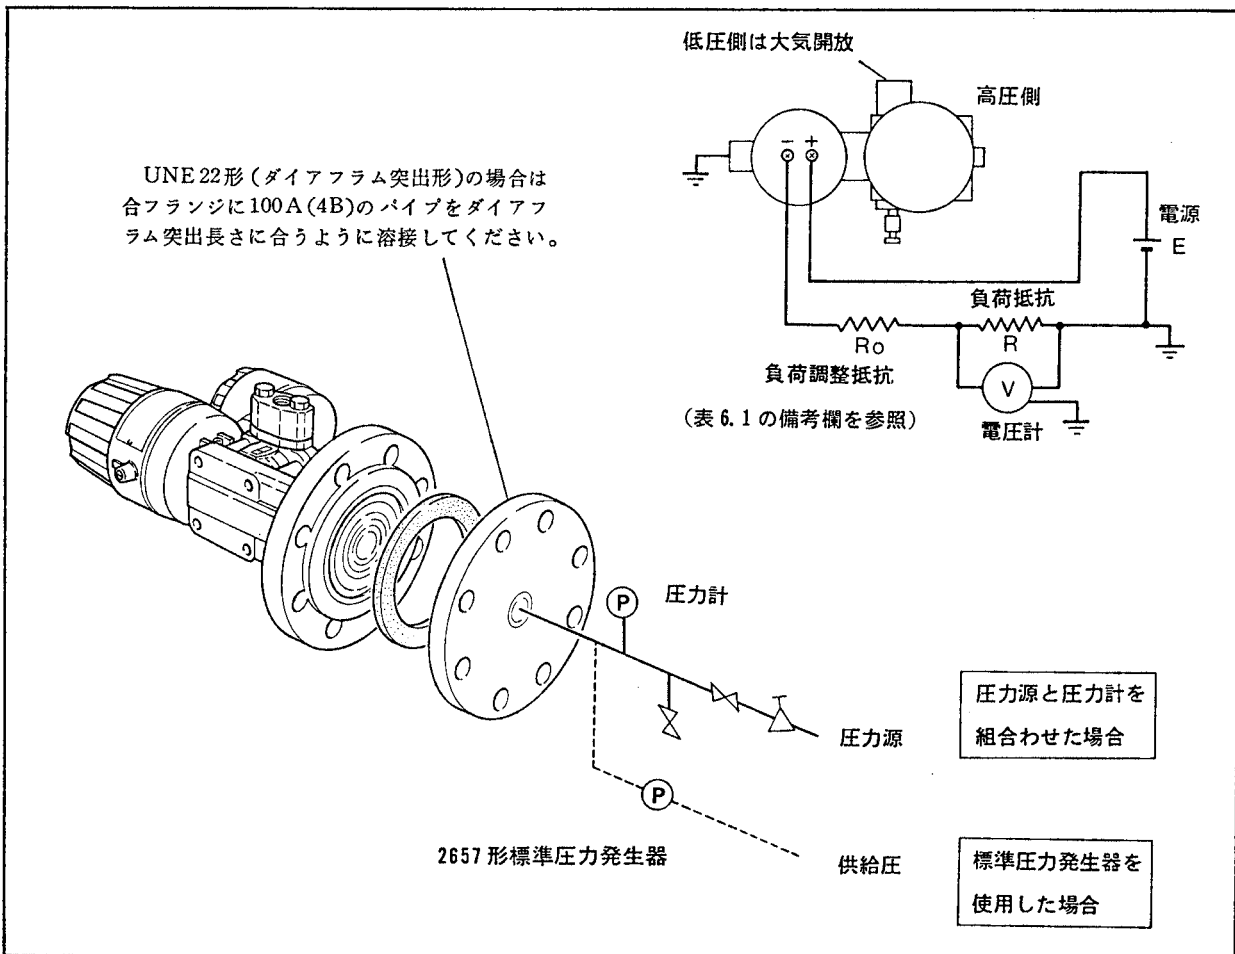

図 6.1 各機器の接続
校正は図 6.1 のように差圧相当の圧力を加える方法と実際にプロセスに取付けた状態で液位を変化させる方法との 2 つがあります。
- (1) 図 6.1 のように各機器を接続し、5 分以上ウォームアップします。
1. 図 6.1 において測定レンジの 0 % が 0 mm H₂O または正方向に遷移されている場合は、図のように低圧側を大気開放にしてください。測定レンジの 0 % が負方向に遷移されている場合は、各機器を低圧側に接続し高圧側を大気開放にしてください。
- (3) 図 6.1 のように各機器を接続し、5 分以上ウォームアップします。
- (4) ダンピング調整ボリュームを反時計方向へ一杯に回します (6.7 項参照)。
- (5) 高圧側の圧力を 0 kPa { 0 mm H₂O } にし、ゼロ調整ねじで出力を 1.000 V ± 0.004 V (0 %) に調整します。
- (6) 高圧側にカプセルアセンブリの MAX SPAN 圧力を加え、スパン調整ボリュームで出力を 5.000 V ± 0.004 V (100 %) に調整します。
- (7) (5), (6) 項を繰り返して行ない、各電圧が許容値内に入るようにします。
- (8) 高圧側にMAX SPANの1/2の圧力を加え、出力が3.000V ± 0.004V (50%)の範囲内に入るか確認します。範囲内に入らない場合にはリニアリティ調整ボリュームで調整します。
- (9) (5),(8)項を繰り返して行ない、各電圧が許容値内に入るようにします。
- (1) 6.3項の図6.1と同じように各機器を接続し、5分以上ウォームアップします (6.3項(1)の注意を参照)。